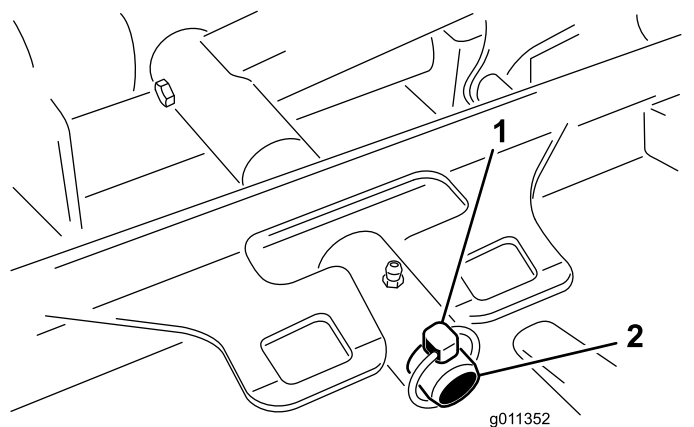

Figure 81
3. Retirez la goupille à anneau (Groundsmaster 4500) ou l'écrou de retenue (Groundsmaster 4700) qui fixe le bâti porteur de l'unité de coupe à l'axe de pivot du bras de levage (Figure 81).
2. Glissez le bâti porteur de l'unité de coupe sur l'axe de pivot de bras de levage (Figure 81). Fixez l'unité de coupe sur l'axe à l'aide de la goupille à anneau (Groundsmaster 4500) ou de l'écrou de retenue (Groundsmaster 4700).